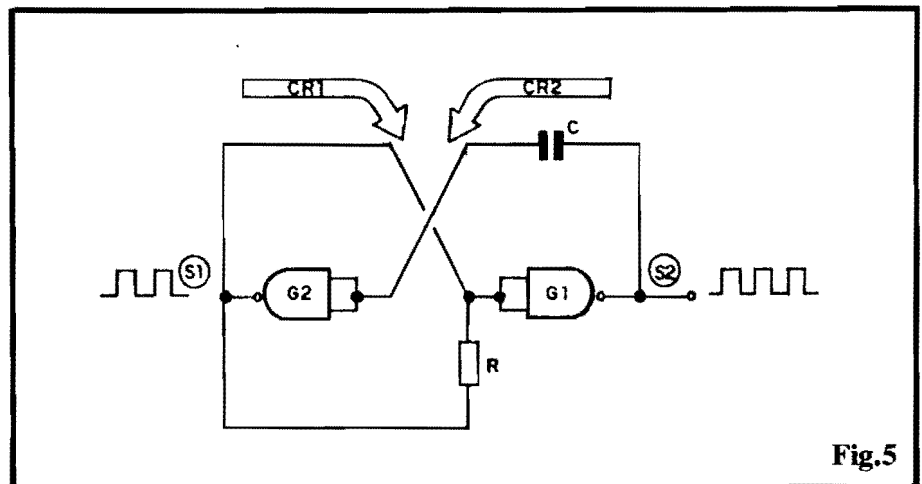

Fig.5
- FIG. 5 - CONFIRMANDO A ESTRUTURA SIMÉTRICA DO ASTÁVEL COM GATES C.MOS - Para ficar mais fácil perceber a semelhança estrutural do circuito da fig. 1 com o da fig. 4, desenhamos este último de outra maneira (mas mantendo as conexões elétricas rigorosamente como estão na fig. 4). Observem, então, a simetria da "gangorra" elétrica, Entradas, Saídas, percursos de realimentação, etc. É mais comum, nos "esquemas", vermos o ASTÁVEL com **gates** desenhado nos moldes da fig. 4, porém o Leitor/"Aluno" deve sempre reconhecer nele, a estrutura simétrica mostrada na fig. 5...